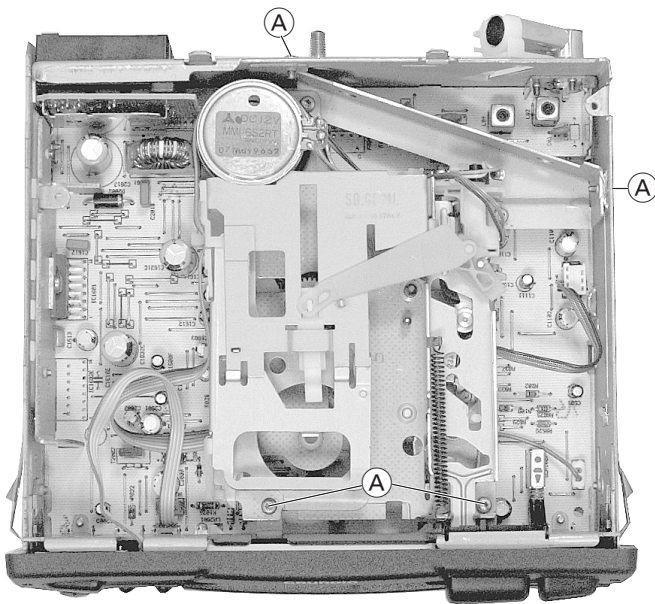

Fig. 1
- 4 Schrauben (A) herausdrehen (Fig. 1).
- Undo 4 screws (A) (Fig. 1).